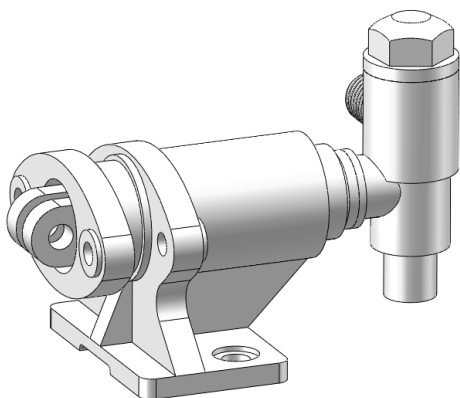

图 13-168 柱塞泵
**01** 打开文件。选择菜单栏中的“文件”→“打开”命令，或单击“标准”工具栏中的“打开”按钮，在弹出的“打开”对话框中，打开上节绘制的柱塞泵装配，如图 13-168 所示。